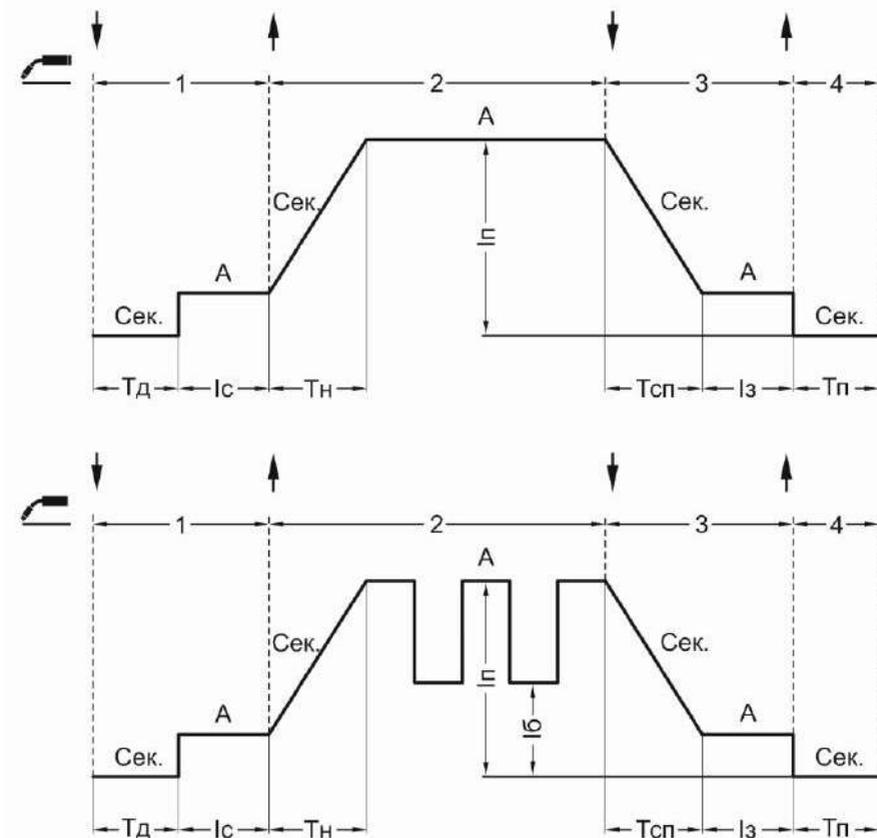

Рис. 7.4.3. Режим работы аппарата 4Т и 4Т в импульсном режиме.
**Четырехтактный режим (4Т)** рекомендуется использовать при длине сварочных швов свыше 200 мм (см. рис. 7.4.3).